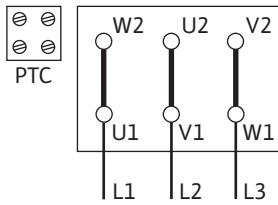

Fig. 12: Δ-схема
- Подключение к сети зависит от мощности двигателя Р2, сетевого напряжения и типа пуска. Требуемое переключение соединительных перемычек в клеммной коробке можно определить по следующей таблице, а также по Fig. 12, 13 и 14.